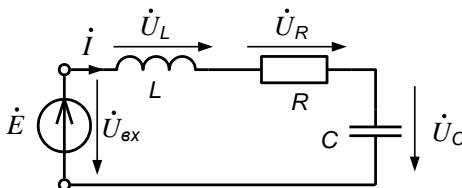

Рисунок 3.9
5) Поясните, чем отличаются лучевые и топографические векторные диаграммы; постройте их для схемы рис.3.9 при условиях а), б), в) табл.3.7, где все напряжения в вольтах, ток в амперах.
8) По данным табл.3.7 вычислите мощность, потребляемую цепью, схема которой приведена на рис.3.9.
9) Проверьте выполнение баланса мощностей для схемы рис.3.9 по данным табл.3.7.